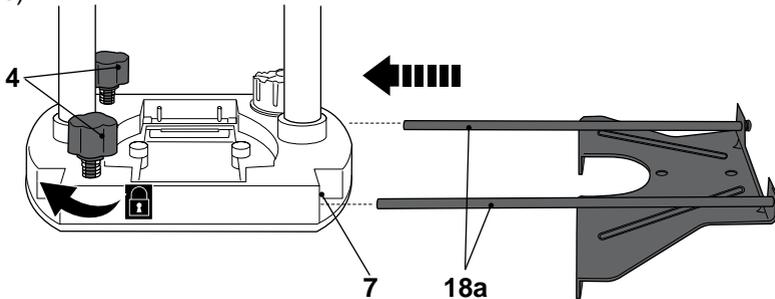

Fig. 8
- > Faites glisser les extrémités libres des tiges [18a] dans les trous de l'embase [7] (Fig. 8).